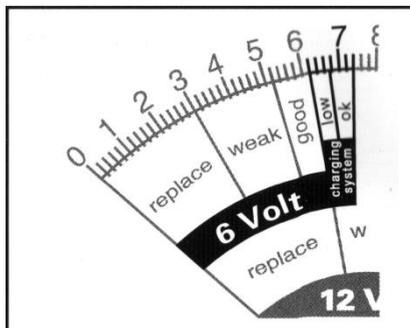

Рис. 5 Результаты диагностики 6В системы зарядки
3. Запустите двигатель и удерживайте обороты холостого хода на частоте 1200-1500об/мин и наблюдайте за показаниями прибора. (См. рис 4 или рис.5)